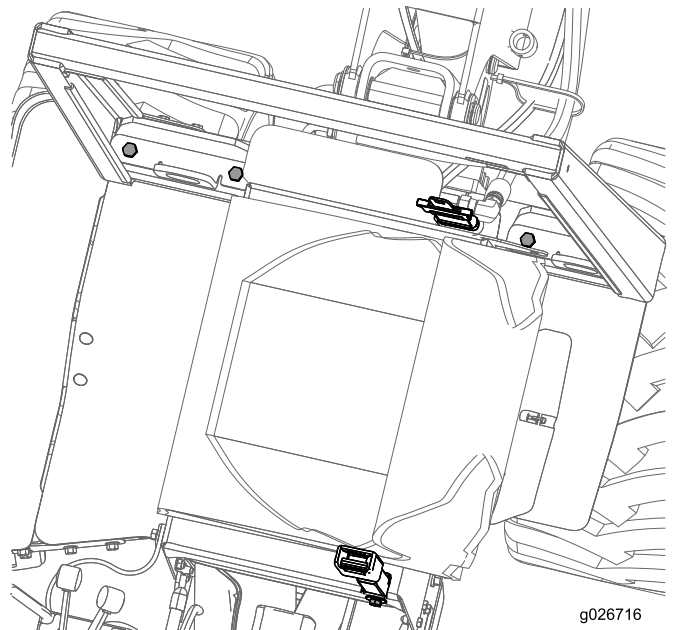

Figure 45
1. Vérifiez que les 4 boulons qui fixent l'arceau de sécurité au châssis de la machine sont serrés à un couple de 162 à 176 Nm (120 à 130 pi-lb); voir Figure 45.
2. Vérifiez que les boulons et écrous qui fixent l'enrouleur et la boucle de la ceinture de sécurité au siège sont serrés à un couple de 104 à 115 Nm (77 à 85 pi-lb); voir Figure 45.